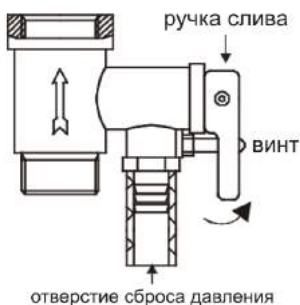

Рисунок 5
4. На входной патрубок, обозначенный голубым цветом и стрелкой направления течения воды, накрутите предохранительный клапан так, чтобы течение воды совпадало с направлением стрелки на корпусе клапана. На отверстие сброса давления предохранительного клапана (см. рисунок 5) оденьте дренажную трубку* для отвода воды (возможно появление при нагревании) в канализацию (трубку необходимо направить строго вниз и запрещено перегибать её).
этом кран выхода горячей воды должен быть открыт, а кран подачи холодной воды в водонагреватель должен быть перекрыт) (см. рисунок 5).